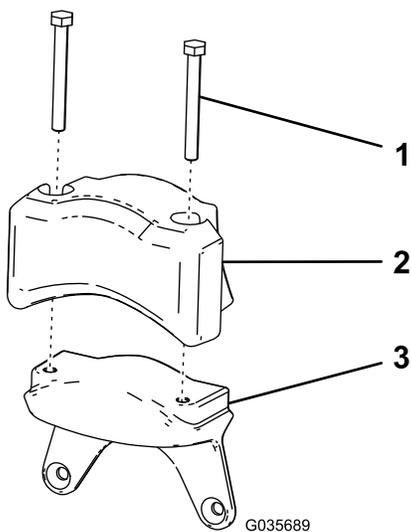

Figure 9
1. Montez sur la masse neuve le contrepoids électrique et les 2 vis (5/16" x 2 3/4") que vous avez retirés à l'opération 5 de 2 Préparation de l'unité de coupe (page 3) (Figure 9).